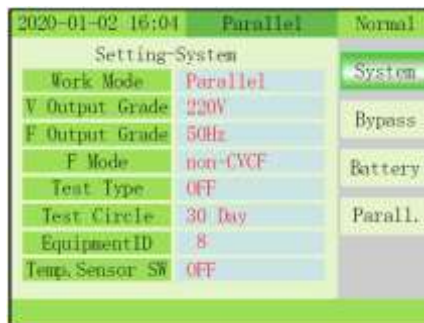

Fig. 4-12 Menú Setting/Maintenance - System
11) MAINTENANCE – SYSTEM: Pulse la tecla OFF para introducir el elemento y confirme el valor, pulse  para cambiar el valor (Fig. 4-12).